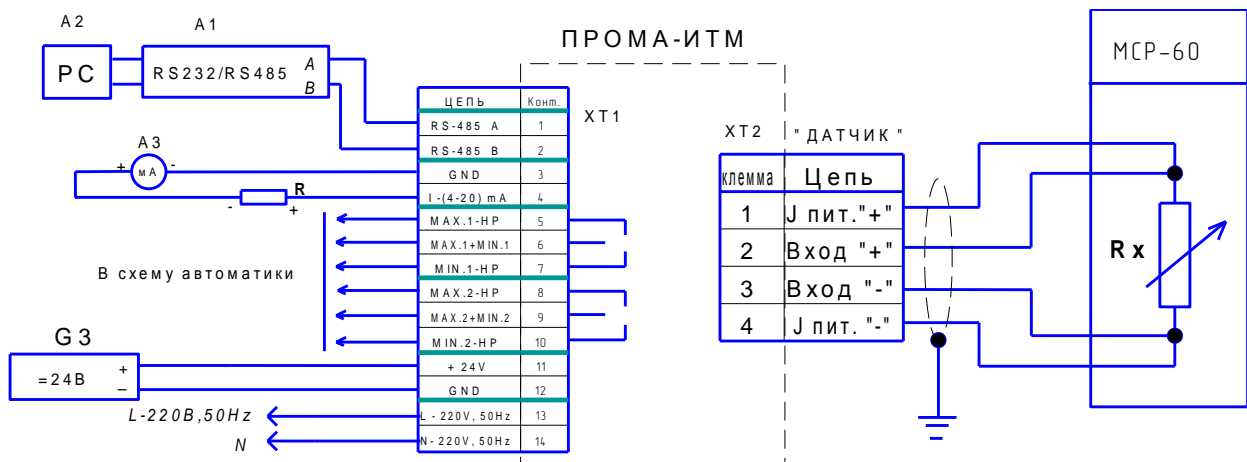
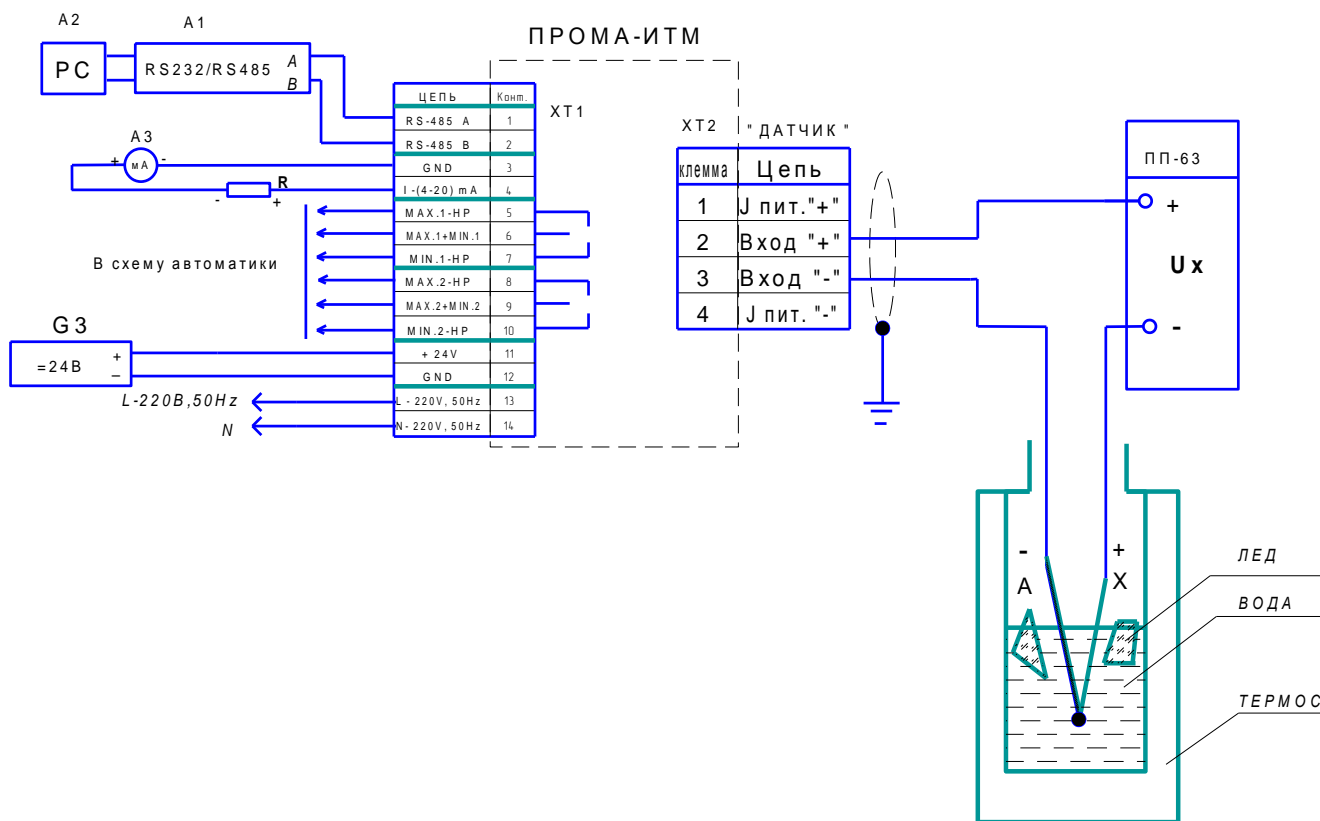
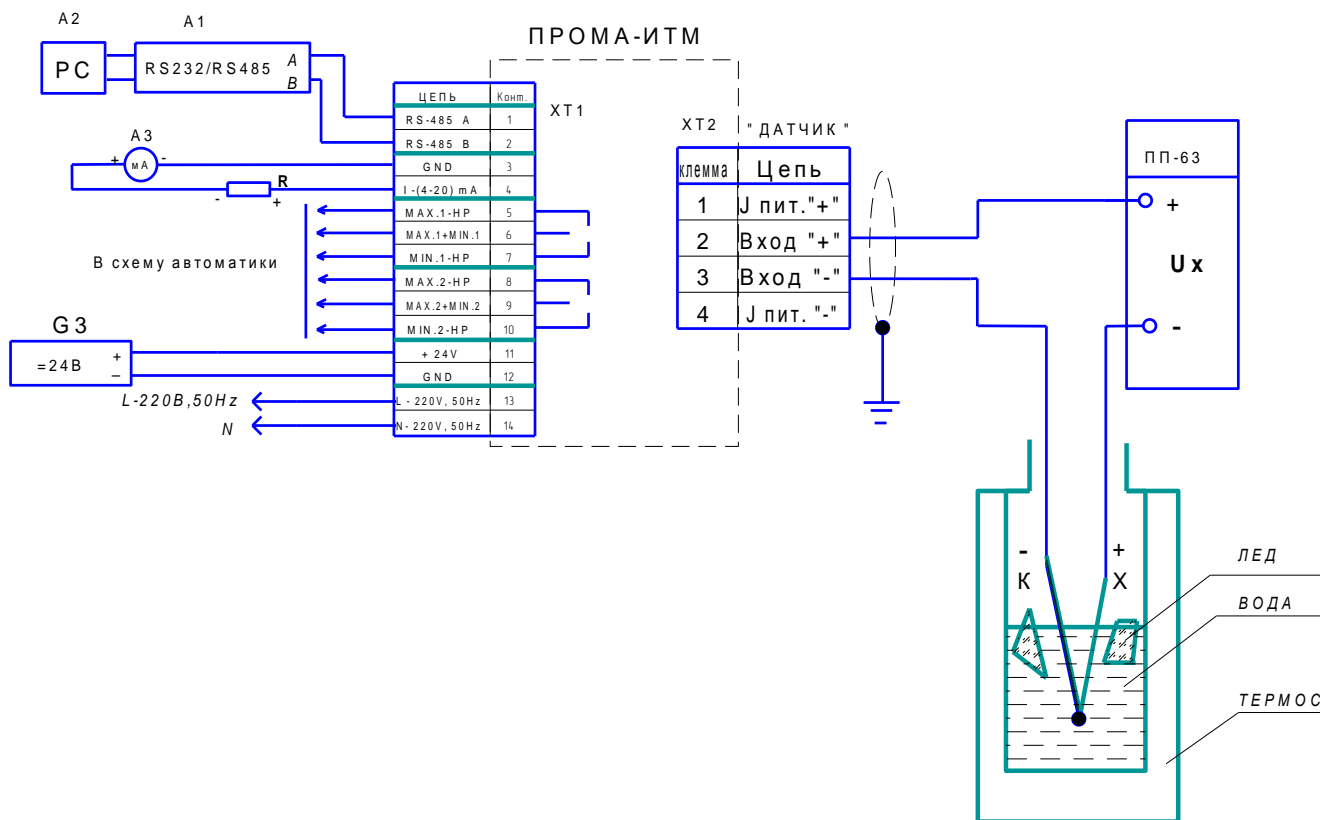

Рис.4. Схема проверки градуировки с термопреобразователем сопротивления.
Рис.5. Схема проверки градуировки с термопарой типа ХА (К).
Рис.6. Схема проверки градуировки с термопарой типа ХК (L).
Для измерителя ПРОМА-ИТМ собрать схему согласно рис.4 (вариант с термометром сопротивления) или рис.5 (6) вариант с термопарой, для ПРОМА-ИТМ-МИ-С – схему согласно рис.7.
Для опробования собрать схему согласно рис.4 (вариант с термометром сопротивления) или рис.5(б) вариант с термопарой.
Для определения погрешности измерения измерителей подключить к его входу вместо датчика магазин сопротивлений в соответствии со схемой подключения рис.4 по 4-х проводной схеме, сопротивления проводов которой должно быть не более 50 Ом. Последовательно устанавливая на магазине значения сопротивлений по ГОСТ 6651-2009, соответствующие температурам в контрольных точках выбранного диапазона и НСХ - указанных в таблице 7 для датчиков ТСМ и в таблице 8 для датчиков ТСП - зафиксировать показания цифрового индикатора и выходного токового сигнала по миллиамперметру для каждой контрольной точки.
Поверка с термоэлектродными преобразователями (термопарами): для определения погрешности измерения приборов ПРОМА-ИТМ подключить к его входу вместо датчика потенциометр в соответствии со схемой подключения рис.5 или рис.6. Подготовить сосуд Дьюара (термос), заполнив его на 1/2 дистиллированной водой и льдом – льдинки должны плавать в воде. В термосе обеспечивается равновесная температура 0 °С. Поместить в термос термопару градуировки ХА (К) или ХК (L) с открытым спаем (опорный спай) - тип спая должен соответствовать градуировке используемой при эксплуатации термопары. Последовательно задавая на потенциометре величины термоЭ.Д.С. по ГОСТ Р 8.585-2001, соответствующие заданным температурам по таблице 9 для НСХ градуировки ХК или по таблице 10 для НСХ градуировки ХА - зафиксировать показания цифрового индикатора и выходного токового сигнала по миллиамперметру для каждой контрольной точки.